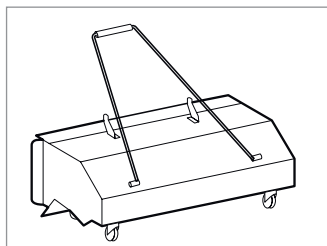

Рис. 22
- Контейнер для сбора мусора **DASC Bunker 100** (Рис. 22) предназначен для сбора мусора и пыли. Идеален для использования в сухих условиях – снижается уровень запыленности, а так же исключается возможность вылета из-под щетки камней или других твердых частиц. Контейнер надевается на щетку и весь мусор остается в нем.